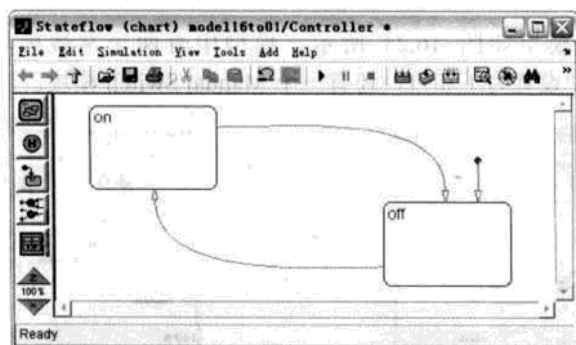

图 16.20 迁移添加完成后的文件窗口
④ 添加空白(Default)迁移图标。单击工具栏空白(Default)迁移图标，将光标移动到绘图区，将光标移动到 off 状态框上边界的右边。当光标的箭头接触到 off 状态框的上边界，则立即会竖立起来，并且和状态框连成一体，松开鼠标，如图 16.20 所示。